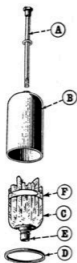
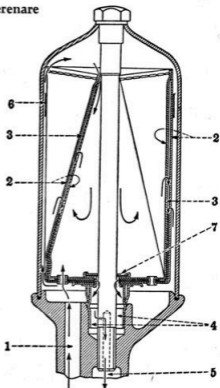

Bild 25. Oljerenare.
Bild 26. Genomsnitt av oljerenare.
- 4) Skruva bort stängen A (bild 25).
- 5) Lyft upp kåpan B (bild 25).
- 6) Tag bort det gamla elementet C (bild 25).
- 8) Se till att packningen D är i läge. Skruva fast avtappningsproppen i botten och sätt in det nya elementet med bandet F runt elementet (styrningen E måste peka nedåt). Sätt tillbaka kåpan och stängen (se bild 25). Härvid måste Ni vara försiktig och icke pressa stängen A genom oljetätningen (nr 7 bild 26) belägen inuti elementet. För stängen varsamt nedåt och skruva den genom tätningen in i filtrets nedre del och drag åt ordentligt.